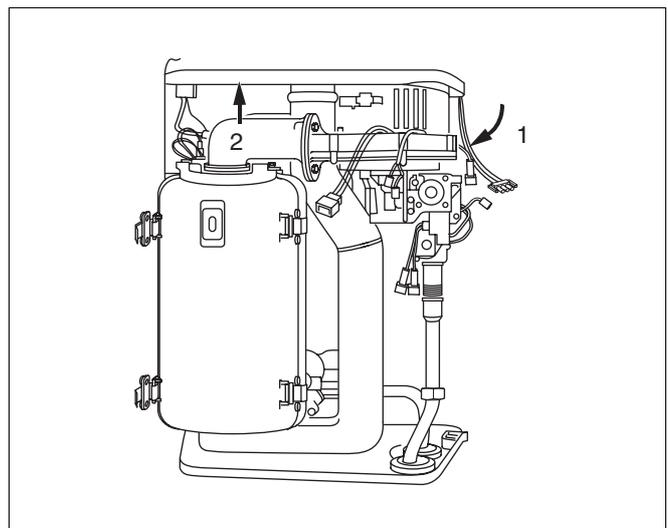

Fig. 34 Enlever l'unité ventilateur
- Faire basculer l'unité ventilateur "KombiVENT" vers l'avant (fig. 34, pos. 1).
- Retirer l'unité ventilateur "KombiVENT" de la fermeture à baïonnette par le haut (fig. 34, pos. 2) et l'enlever de l'appareil par l'avant.